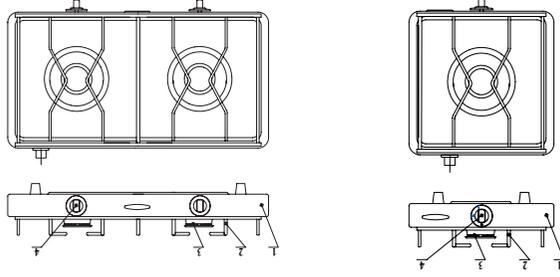

Рисунок 1 — Устройство плиты
5.1 Плита (рисунок 1) состоит из цельнштампованного корпуса 1, на который устанавливается решетка 2, горелка нормальной тепловой мощности 3, ручка крана 4.